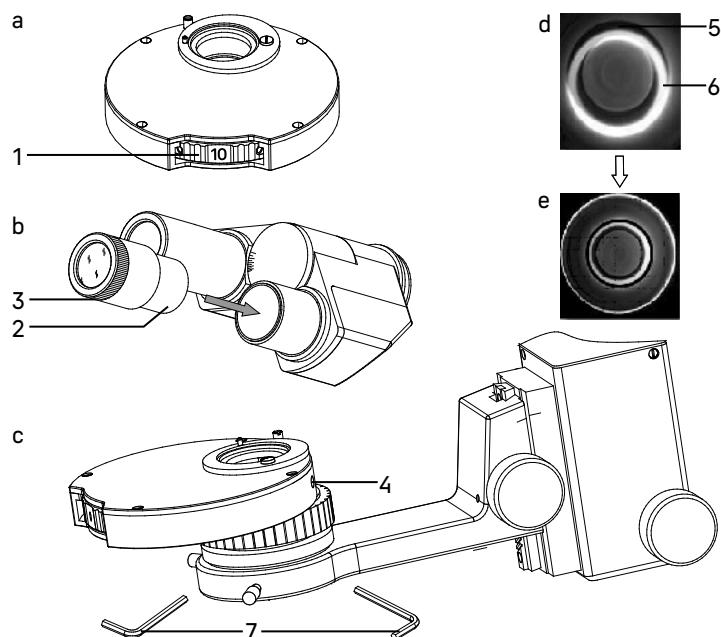

Рис. 22. Настройка фазово-контрастного устройства
1. Ведите в ход лучей фазовый объектив 10х из комплекта микроскопа. Ведите в ход лучей соответствующее фазовое кольцо конденсора – поверните диск 1 конденсора так, чтобы в окошке появилась цифра «10» (рис. 22а). Отрегулируйте высоту конденсора так, как показано на рис. 7.